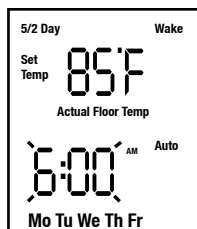

Figura 15
1. Para ingresar en la programación de 5/2 Day, presione una vez el botón Event/Program. Los segmentos del indicador LCD cambiarán como se indica en la Figura 15; los dígitos de Hora y los dígitos de AM parpadearán.
1. Para ingresar al programa 7 Day, presione una vez el botón Programa. Los segmentos del indicador LCD cambiarán según lo indica la Figura 15. Los dígitos de Hora y de AM parpadearán.